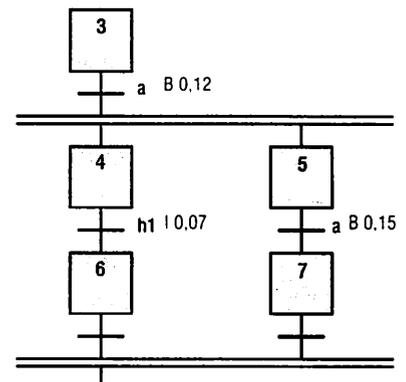

Fig. 9 : GRAFCET.
b) À partir d'un GRAFCET (fig. 9 et tableau 5)